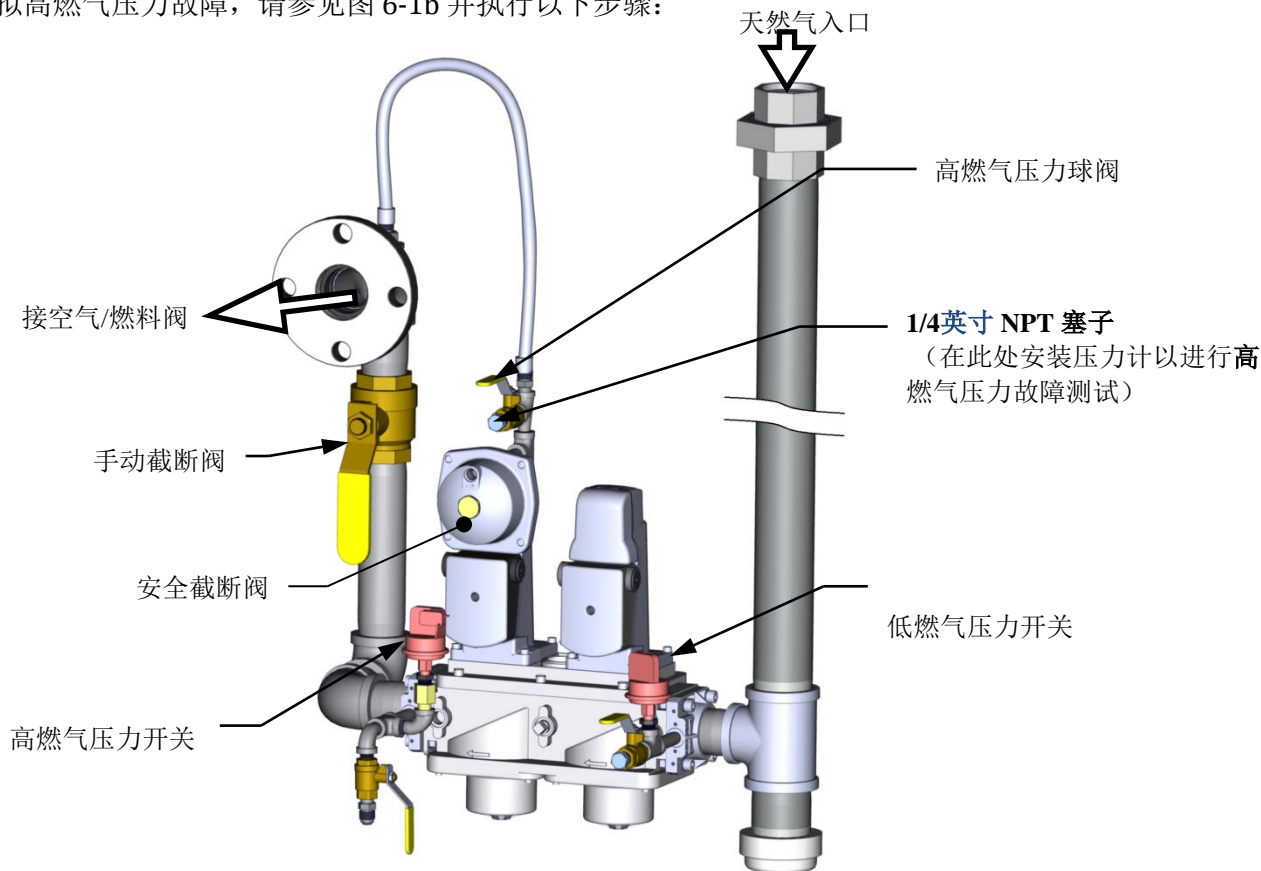

图 6-1b: BMK 1500/2000: 高燃气压力故障测试
要模拟高燃气压力故障，请参见图 6-1b 并执行以下步骤：
2. 从高燃气压力检漏球阀中取出 1/4" NPT 塞子，如图 6-1b 所示。